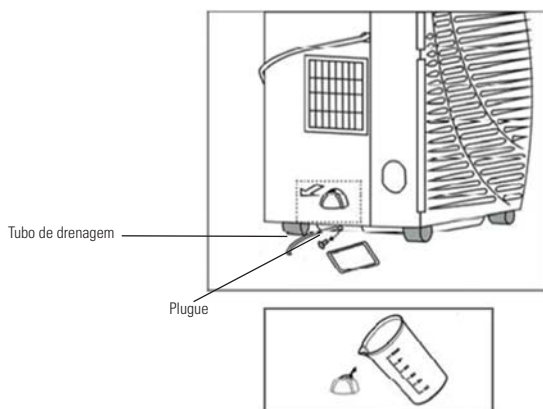

FIGURA 13.1
- Por favor, desligue a máquina antes de movê-la para um local onde pode drenar a água e, em seguida, abra o furo de água de drenagem. (Figura 13.1)